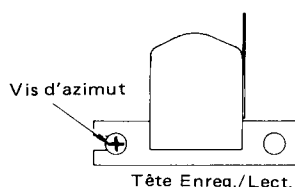

Fig. 1
2. Mettre en place et passer la bande d'essai (LCT-3004-C ou équivalente). Régler la vis d'azimut (Fig. 1) pour augmenter le niveau de sortie des deux canaux à la reproduction au maximum et pour réduire au minimum la différence entre les niveaux de sortie des canaux droite et gauche.